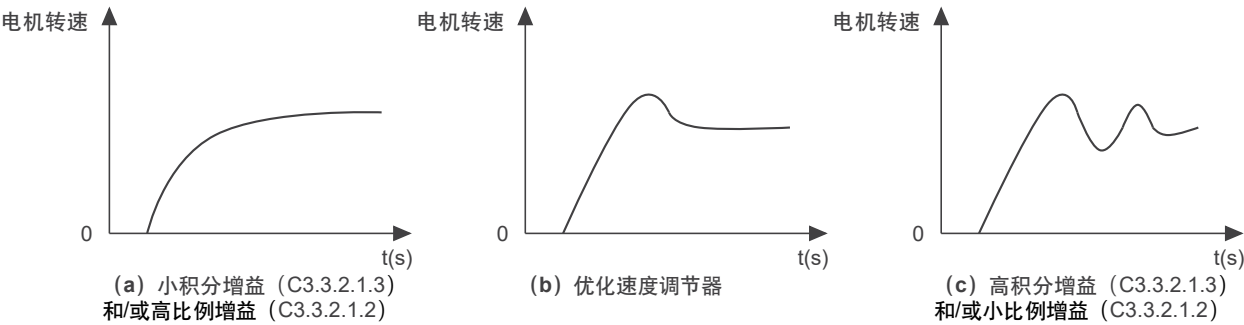

图 11.10: (a)、(b) 和 (c) - 速度调节器的响应类型
- 6. 从 图 11.10 在页面上 11-25 选项中选择最能代表读取信号的波形。
7. 根据 图 11.10 在页面上 11-25中显示的响应类型设置 C3.3.2.1.2 和 C3.3.2.1.3 。